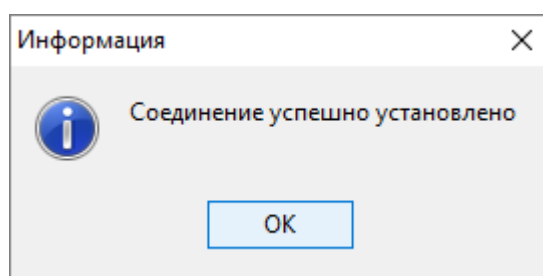

Рисунок 4-39 Сообщение об успешном соединении
- если параметры подключения к БД заданы правильно, то будет отображено сообщение об успешном соединении (см. Рисунок 4-39);